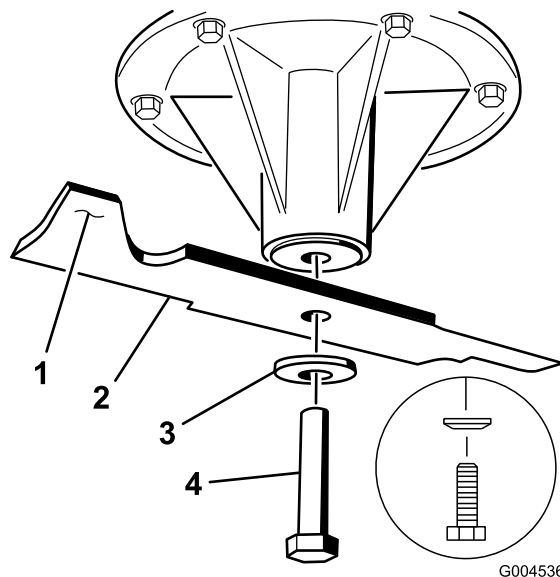

図 81
1. スピンドル・シャフトにブレードを取り付ける（図 81）。
2. スプリングディスクとブレードボルトを取り付けるスプリングディスクは、円錐部をボルトの頭に向けて取り付ける（図 81）。各ブレードボルトを85~110ft. -lb（115~150Nm = 11.8~15.2kg. m）にトルク締めする。